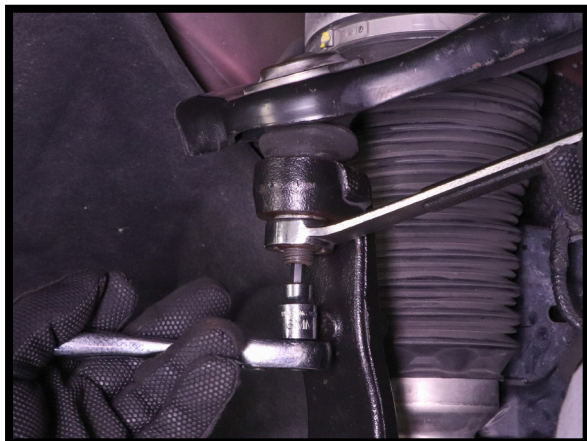

图16
13. 断开上控制臂螺母并将其从主轴总成上分离。(图16·17)